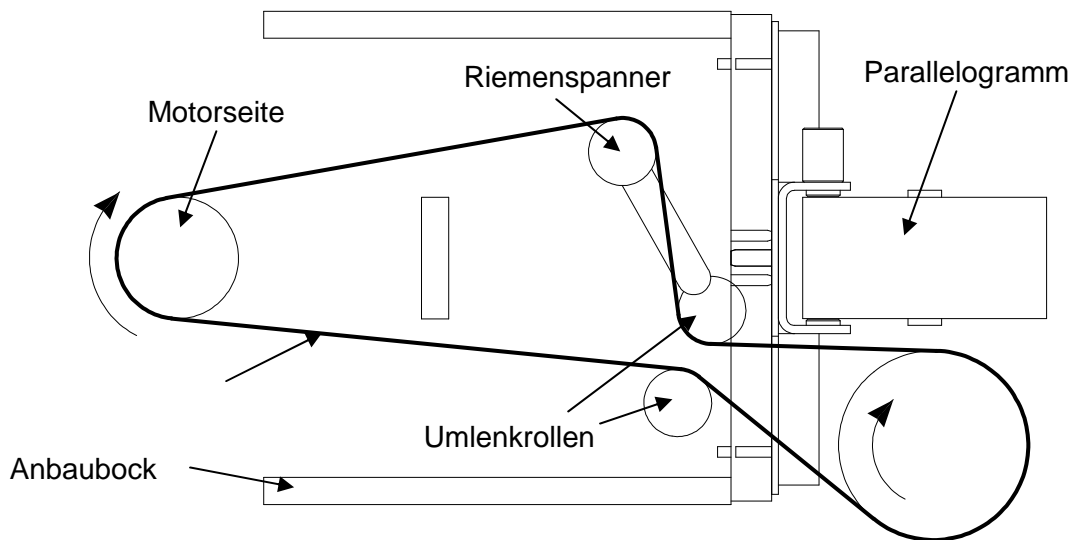

Bild 13: Keilriemen auflegen
7. Legen Sie den Keilriemen, wie in Bild 13 zu sehen, auf.